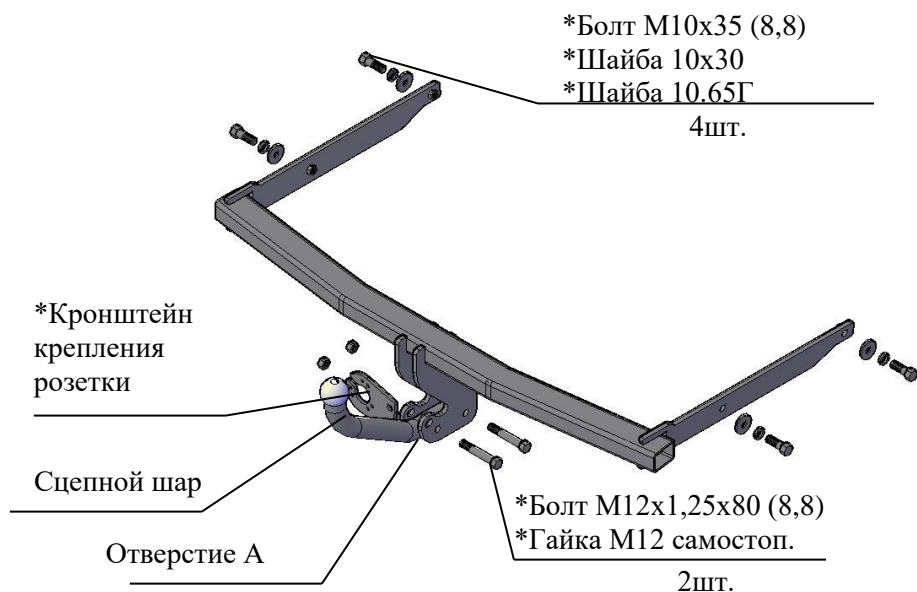

Рис.1 Тягово-сцепное устройство ТСУ 6014
2.1 ТСУ 6014 в сборе (рис.1)	1 шт.
2.2 Пакет с комплекующими (см. рис.1) Защитный колпак	1 шт.